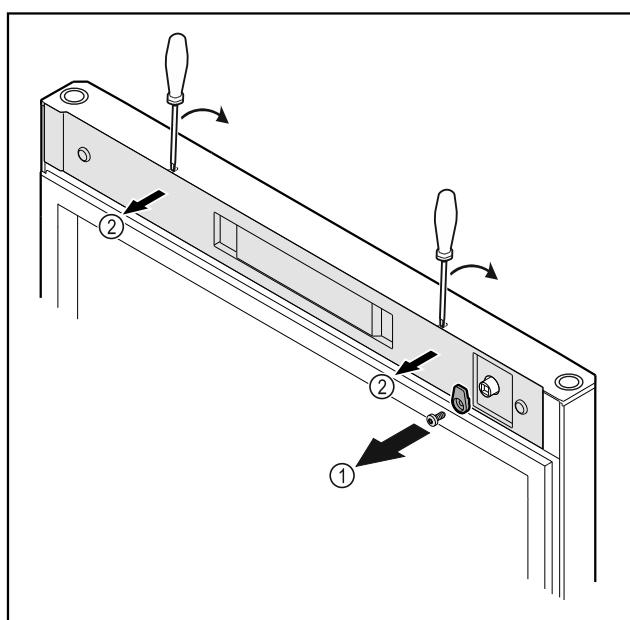

Fig. 16
- ▶ Odvignite kuke za zatvaranje Fig. 16 (1).
- ▶ Odvojite poklopac Fig. 16 (2) malim odvijačem i skinite ga.